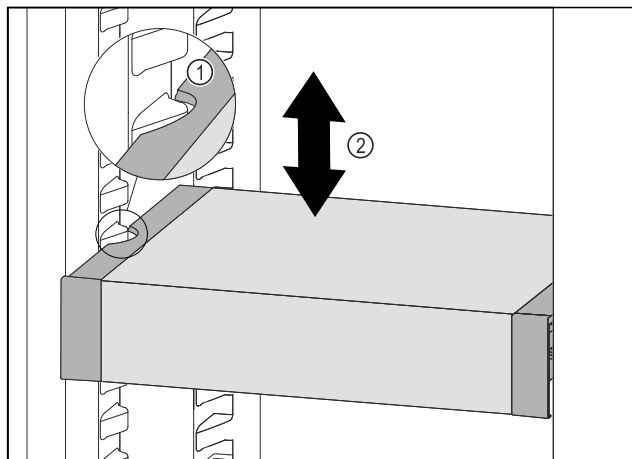

Fig. 113
- Trekk VarioSafe forover, til utsparingene på sidene av VarioSafe er på nivå med rillene i kjøleskapet. Fig. 113 (1)
- Flytt VarioSafe oppover eller nedover i kjøleskapet, til ønsket høyde er nådd. Fig. 113 (2)